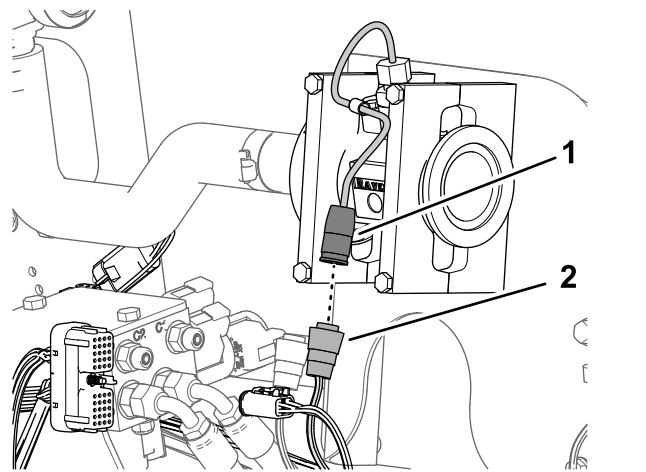

Figura 87
- Conecte el conector hembra de 3 vías de la rama de 89 cm del arnés de cables marcado FLOW METER al conector de 3 pines del caudalímetro (Figura 87).